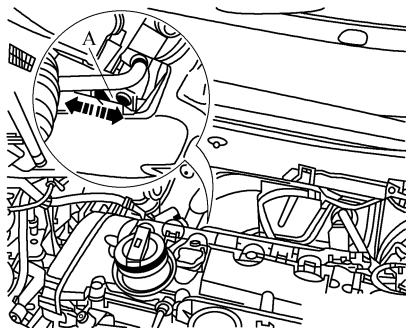

图 2-6-1 检测涡轮增压系统
- 1) 如图 2-6-1 所示, 起动发动机并用一面镜子观察废气涡轮增压器处压力罐的操纵拉杆 A 的状况, 同时让另外一名维修工踩踏加速踏板来提升发动机转速。
2) 操纵手动真空泵 VAS6213 数次, 同时注意拉杆 A 的状态, 如图 2-6-1 所示。拉杆 A 必须在约 300mbar 以上运动并在 700mbar 时停止在止档位置, 此时拉杆的行程约为 10mm。